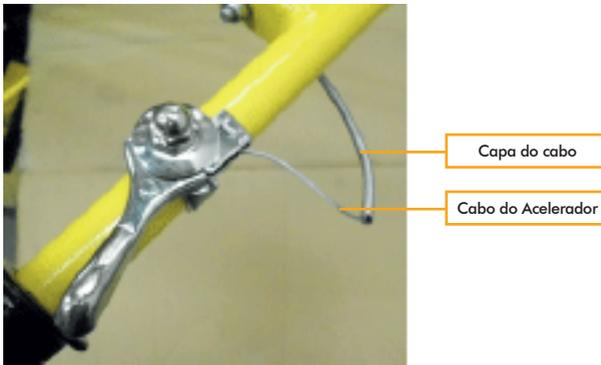

Fig. 26
5.13. Passar o cabo do acelerador na capa (Fig. 26), ficando conforme Fig. 27: